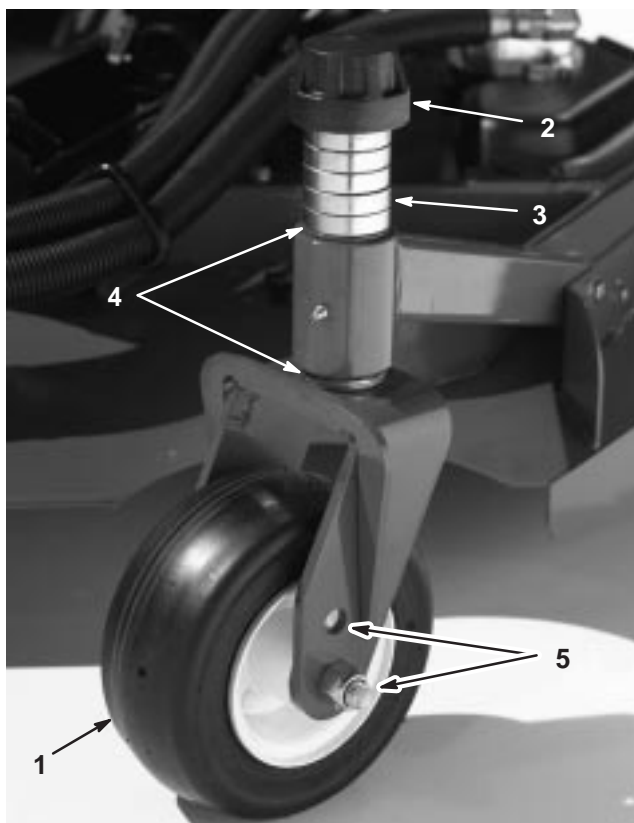

Bild 14
- Stecken Sie die Laufradachsen in allen Gabeln in die gleichen Löcher (Bild 14 u. 16). Siehe die nachstehende Tabelle, um das richtige Loch für die jeweilige Einstellung festzustellen.
- Entfernen Sie die Spannkappe von der Spindelwelle (Bild 14) und schieben die Spindel aus dem Laufradarm. Ziehen Sie zwei Beilagscheiben (3,2 mm) so auf die Spindelwelle, wie sie ursprünglich montiert waren. Diese Beilagscheiben sind erforderlich, um alle Schneidwerke über die Breite auf ein Niveau zu bringen. Ziehen Sie die erforderliche Anzahl von